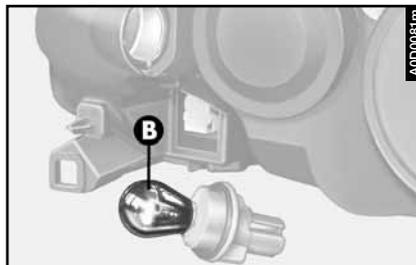

fig. 49
– Enlever l'ampoule (**B- fig. 49**) du porte ampoule, en la pressant légèrement et en la tournant dans les sens inverse des aiguilles.